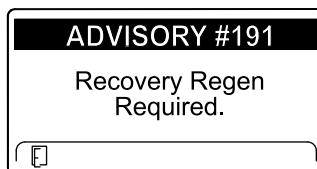

Figure 51
- Régénération d'urgence requise – prise de force désactivée Avis N° 190 (Figure 51)